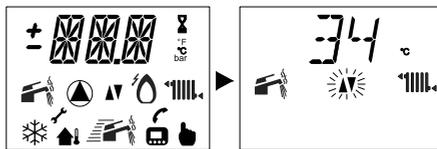

Рисунок 7.6
- Включите электропитание котла: на ЖК-дисплее последовательно отобразятся следующие символы (см. Рисунок 7.6).